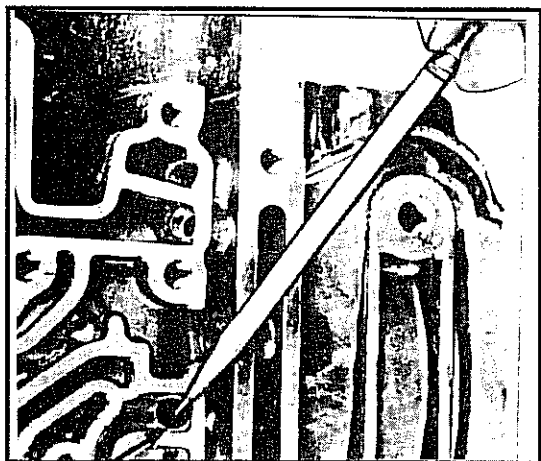

Abb. 10-59 Ansetzpunkt für Druckluftzufuhr zum Entfernen des Kolbens
- Die Baugruppe der Kupplung für 1. Gang/Rückwärtsgang ggf. unter der Verwendung von Druckluft entfernen. Hierzu die Druckluft in den in Abb. 10-59 aufgezeigten Hydraulikkanal einspeisen.